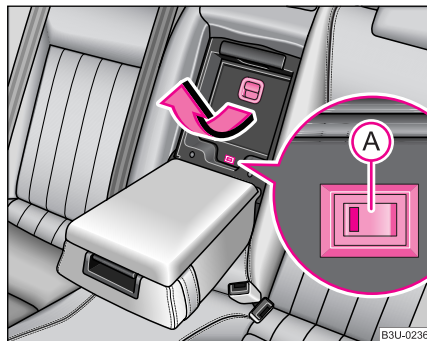

Fig. 68 Funcționarea cutiei în regim de răcire
- Trageți mânerul ♥ fig. 68 și rabatați capacul în jos. ▶
- Regimul de răcire al cutiei frigorifice se activează și se dezactivează de la întrerupătorul **A** ♥ pagina 84, fig. 68. Starea de funcționare este indicată prin lampa de control din întrerupător.